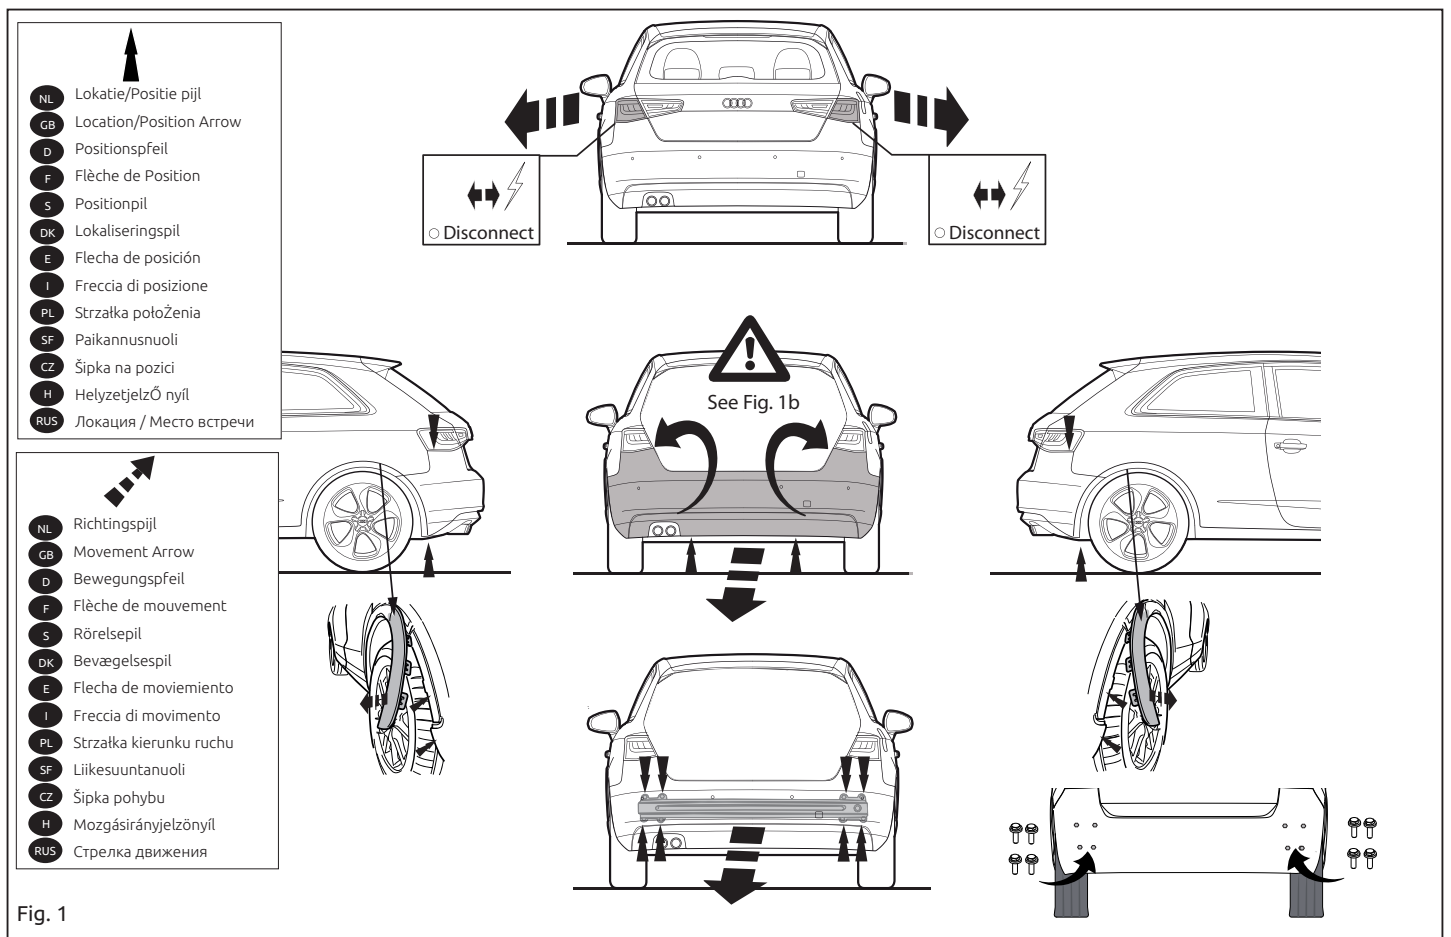

Fig. 1
2. Replace the bolts. See figure 1 and 1b.
1. Die Rücklichter abmontieren. Die Stoßstange einschließlich des stählernen Stoßbalkens vom Fahrzeug abmontieren. Der Stoßbalken wird nicht mehr benötigt. Die Schrauben wieder anbringen. Siehe Abbildung 1 und 1b.
lons de fixations en place. Voir la figure 1 et 2.